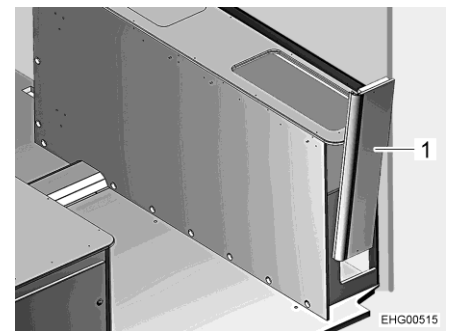

Bild 118 Bettkasten rechts, Seitenwand
- Seitenwand (Bild 118,1) unter leichten Rüttelbewegungen nach oben abnehmen.